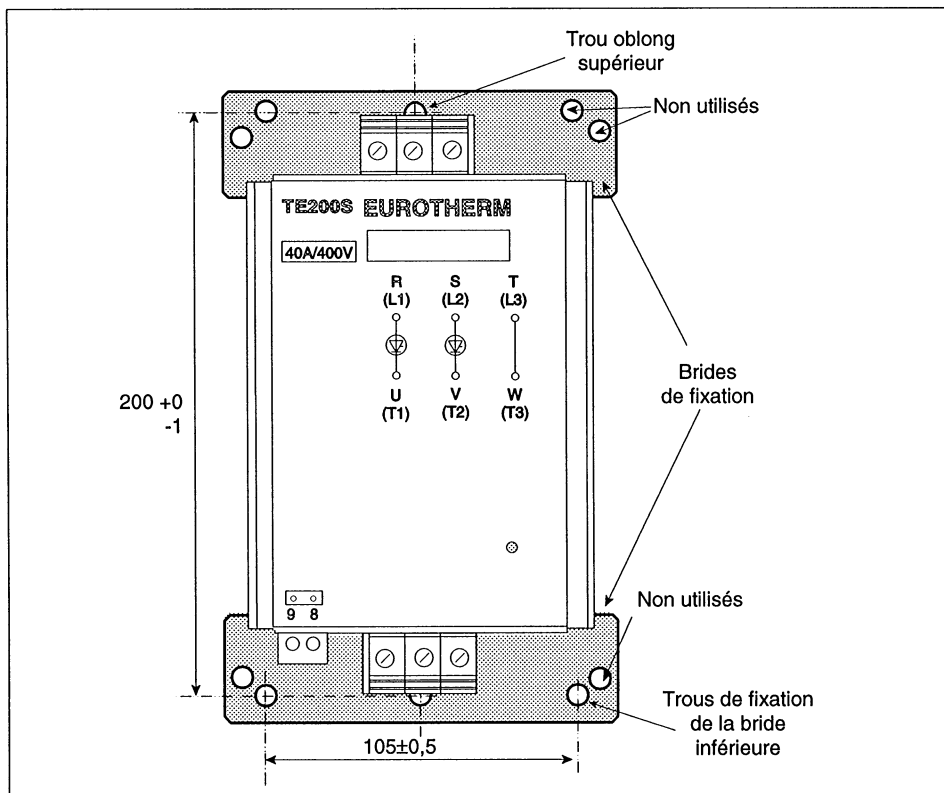

Figure 2-4 Cotes de perçage (en mm) et fixation de l'unité TE200S en fond d'armoire
- Percer 3 trous pour les vis M6 suivant les cotes de la figures 2-4.